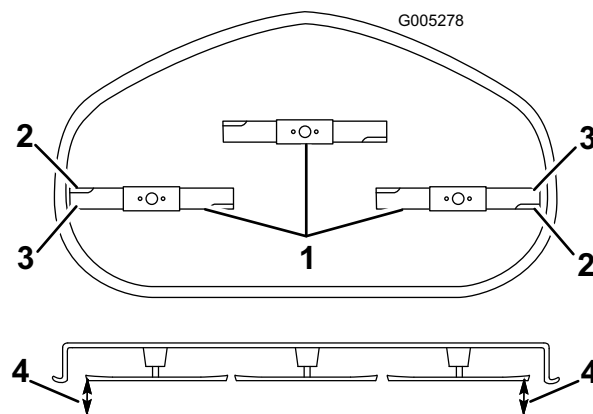

Figure 38
5. Tournez prudemment les lames pour qu'elles soient parallèles dans le sens transversal (Figure 38).
6. Mesurez la distance entre les tranchants extérieurs et le sol plat (Figure 38). Si les deux mesures diffèrent de plus de 5 mm (3/16 pouce), un réglage s'impose. Poursuivez la procédure.